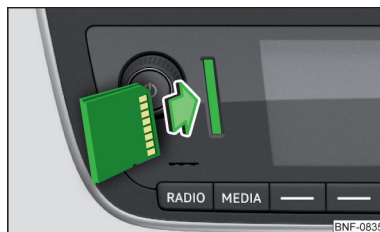

Bild 104
- **Skjut in** SD-kortet i facket i pilens riktning med det avfasade hörnet uppåt tills kortet "snäpper in" i rätt läge » **bild 104**.